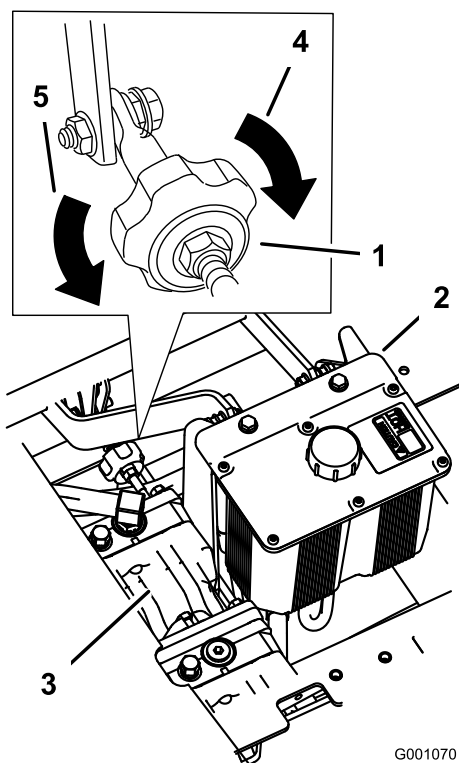

Figura 57
4. Para que la máquina vaya a la derecha, gire el pomo hacia el lado derecho de la máquina. Consulte Figura 57.
5. Para que la máquina vaya a la izquierda, gire el pomo hacia el lado izquierdo de la máquina. Consulte Figura 57.